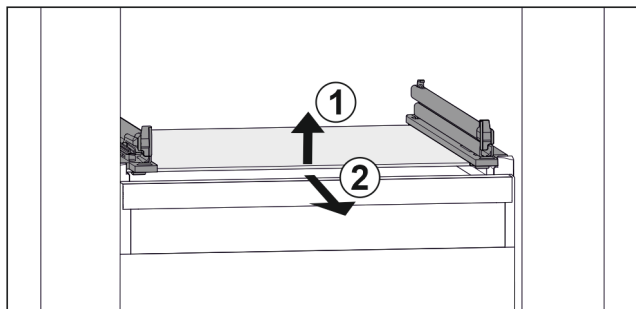

Fig. 41 Exemple de représentation de la tablette en verre
- ▶ Soulever la tablette en verre par l'avant. Fig. 41 (1)
- ▶ Retirer la tablette en verre par l'avant. Fig. 41 (2)